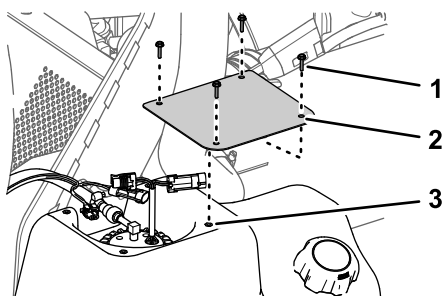

Figure 84
1. Fixez le couvercle sur le réservoir (Figure 84) à l'aide des 4 vis (n° 10 x 3/4") retirées à l'opération 2 de Dépose du couvercle de la pompe à carburant (page 68).